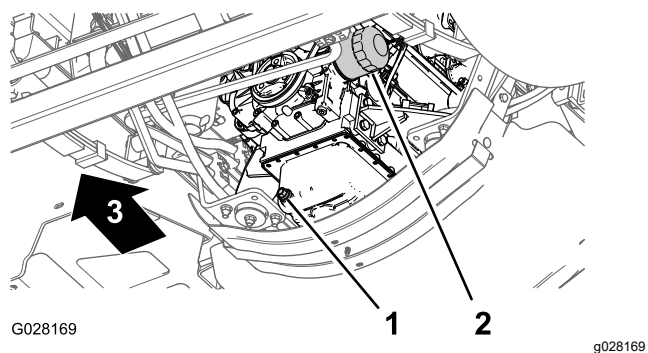

Figura 76
3. Allineate una bacinella di spurgo sotto il filtro dell'olio del motore (Figura 76).
4. Togliete il vecchio filtro dell'olio (Figura 76).
8. Montate il filtro dell'olio nell'adattatore del filtro, giratelo in senso orario finché la guarnizione di gomma non sfiora l'adattatore, quindi serrate il filtro di un altro ½ giro (Figura 76).
1. Allineate una bacinella di spurgo sotto il tappo di spurgo (Figura 76).
2. Togliete il tappo di spurgo (Figura 76) per lasciare defluire completamente l'olio.